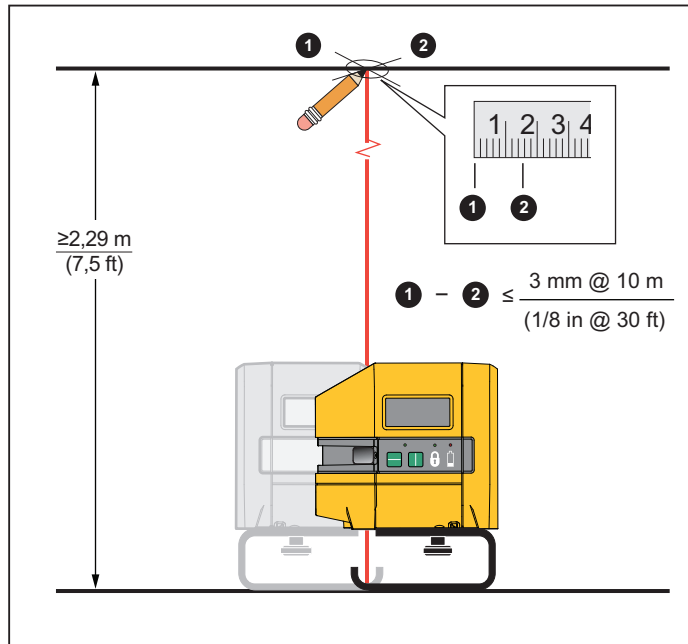

Figura 10. Precisión de la plomada
3. Centre el láser de punto inferior en ambos ejes de la cruz. Consulte la figura 10.